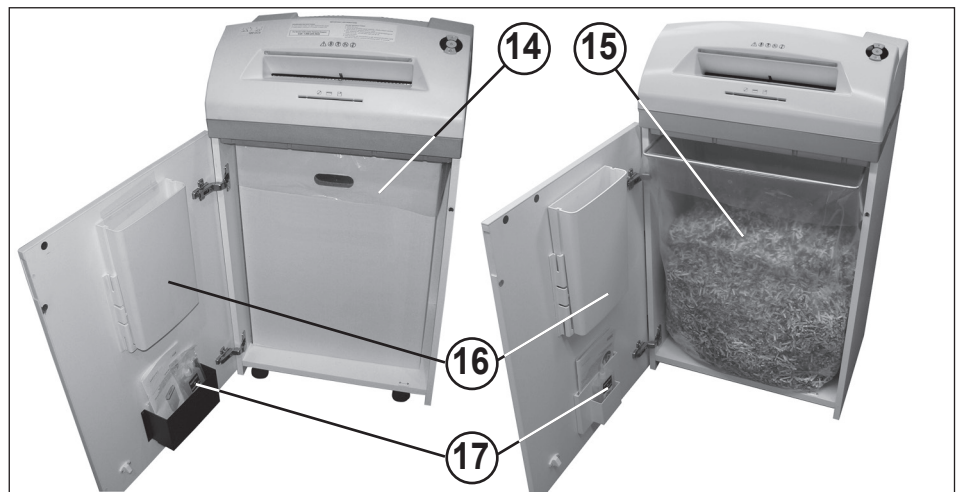

fig. 4
14 = Bac collecteur pour papier (fig. 4)
15 = Sac collecteur pour papier (fig. 4)
16 = Bac collecteur pour CD/DVD (fig. 4)
17 = Récipient d'huile (fig. 4)
VIDER LE BAC / SAC COLLECTEUR POUR PAPIER (fig. 4)
VIDER LE BAC COLLECTEUR POUR CD/DVD (fig. 4)
Les blocs de coupe Cross-Cut doivent être lubrifiés après avoir fonctionné un certain temps. Si le voyant de contrôle (7) s'allume, procéder comme suit: Ouvrir la porte. Le voyant de contrôle (8) s'allume et le voyant LED de la touche de marche arrière (4) ainsi que le voyant de contrôle (7) **clignotent**. Retirer le récipient d'huile (17) (fig. 4) de son support dans la porte et refermer la porte.